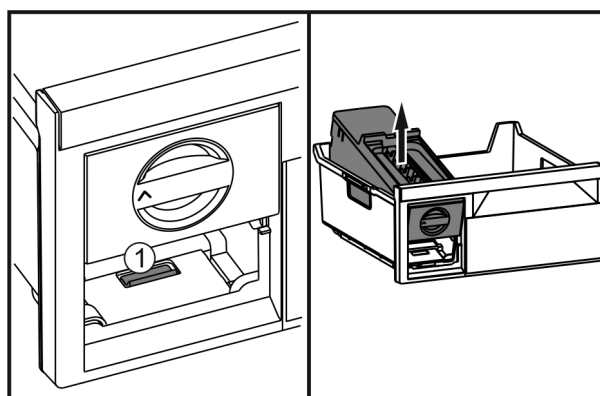

Fig. 47
- ▶ Appuyer sur la languette Fig. 47 (1), soulever l'EasyTwist-Ice depuis l'arrière et le faire sortir du tiroir de congélation.